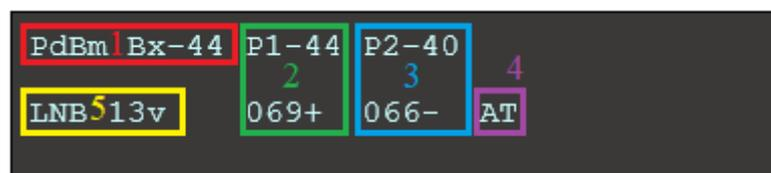

Рисунок 2. Просмотр текущих состояний
В подпункте, отображаемом сразу после включения (Рисунок 2), выводятся:
- Рамка 1 (Рисунок 2):
- Рамка 2 (Рисунок 2):
- Рамка 3 (Рисунок 2):
- Рамка 4 (Рисунок 2):
- Рамка 5 (Рисунок 2):